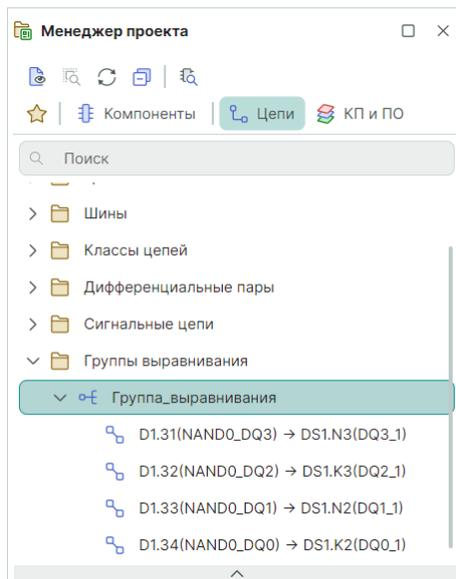

Рис. 404 Отображение групп выравнивания в панели «Менеджер проекта»
4. Группа выравнивания отображается в дереве панели «Менеджер проекта», см. Рис. 404.